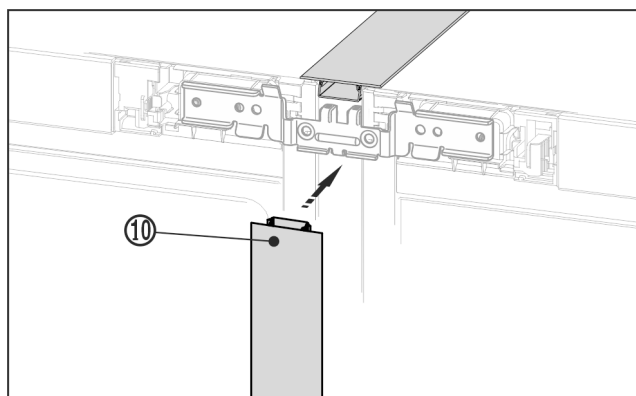

Fig. 23 *
- ▶ Спереду затисніть довгий нащільник Fig. 23 (10) у вертикальну щілину. Стежте за тим, щоб нащільник прилягав до з'єднувального листа.*